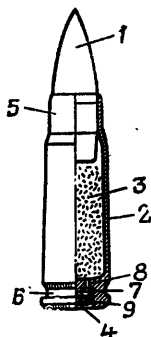

Рис. 41. Боевой патрон:
**26. Боевой патрон** (рис. 41) состоит из пули, гильзы, порохового заряда и капсюля.